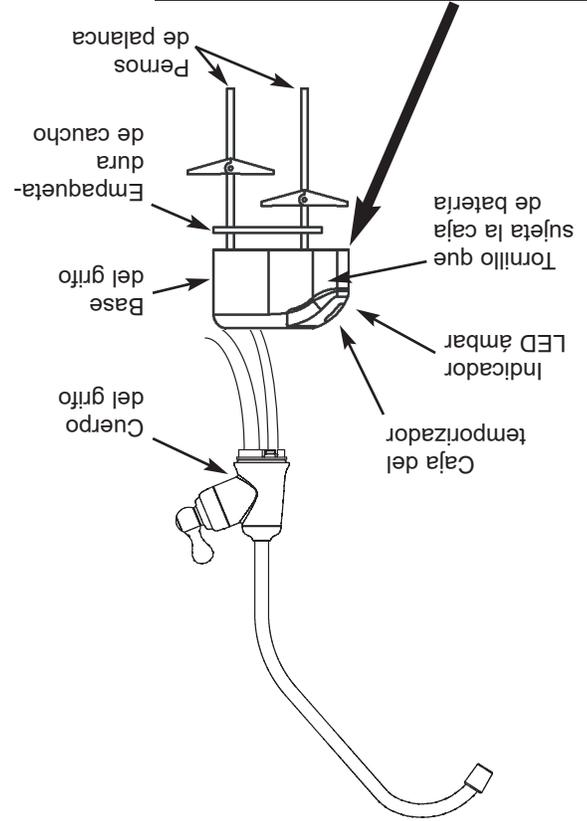

FIG. 15
1. Ubique y organice las piezas para instalar el grifo de ósmosis inversa. Vea la Fig. 15.
1. Retire el tornillo en el lado derecho de la base del grifo. 2. Desde el frente de la base del grifo, empuje hacia arriba la caja de la batería hasta que se desprenda de la base del grifo. Vea la Fig. 15.
**NOTA:** Si el indicador destella reiteradamente dos veces, se debe cambiar la batería. 5. Vuelva a instalar la caja de la batería y apriete firmemente el tornillo de montaje. Vea la Fig. 15.